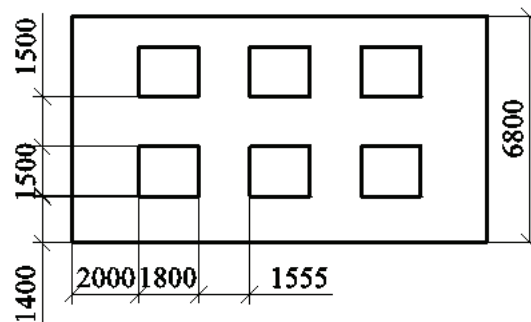

Рис. 183. Размеры и расположение оконных проемов на главном фасаде
6.2. Начертим на построенной модели стен контур одного окна с размерами  $1800 \times 1500$  мм, расположенного в левом нижнем углу фасада, как показано на рис. 183.